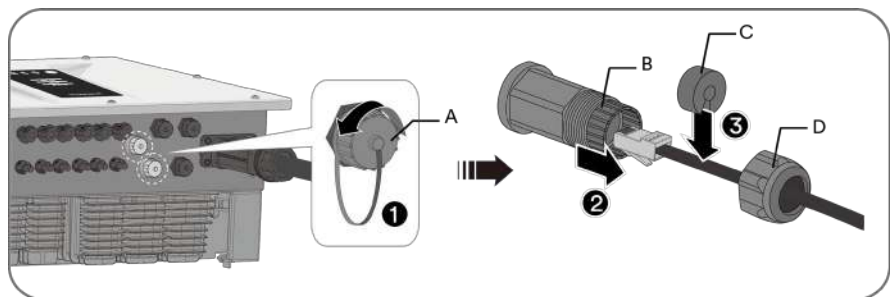

Abb. 42. Netzkabel einführen
4. Führen Sie das Netzwerkkabel durch die Überwurfmutter und die Gewindehülse. Befestigen Sie die Kabeltülle am Netzwerkkabel (siehe Abb. 42).